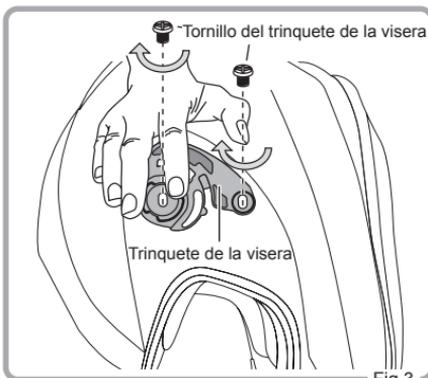

Fig.3
3. Apriete bien los tornillos del trinquete de la visera en el sentido de las agujas del reloj. Repita el mismo procedimiento con el otro trinquete de la visera. Los trinquetes estarán montados (Fig. 3).
2. Flexione la visera con cuidado hasta que quede plana. A continuación, presione el otro lado de la lente insertable original Pinlock® hasta que encaje con un clic en los pasadores excéntricos y deje que la visera recupere con cuidado su curvatura original. (Fig 3 y 4). (Continúe con el paso 3 en la página siguiente)